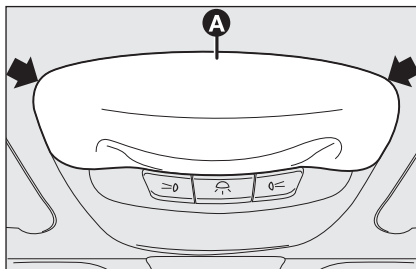

fig. 33
- agire nei punti indicati dalle frecce e rimuovere il preformato **A**-fig. 33;